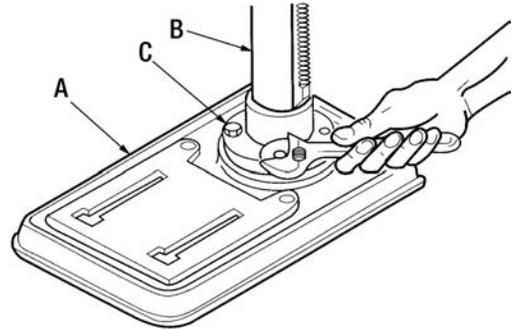

FIGURE 6
1. Déposez la base (A) Fig.6 sur le plancher. Retirez l'enveloppe protectrice et jetez-la.
2. Retirez l'enveloppe protectrice de la colonne (B) et jetez-la, placez le pied (C) de la colonne sur la base en alignant les trous.
4. Passez un boulon dans chacun des trous du pied (C) de la colonne et de la base et serrez les boulons avec une clé ajustable.